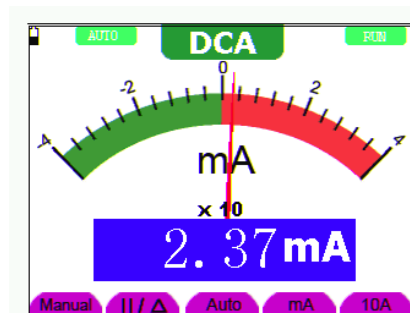

Рисунок 27. Измерение постоянного тока с пределом измерения 400 мА
3. Подсоедините красный и черный измерительные провода к обследуемой цепи, и на дисплее отобразится измеренное значение постоянного тока (см. рисунок 27).